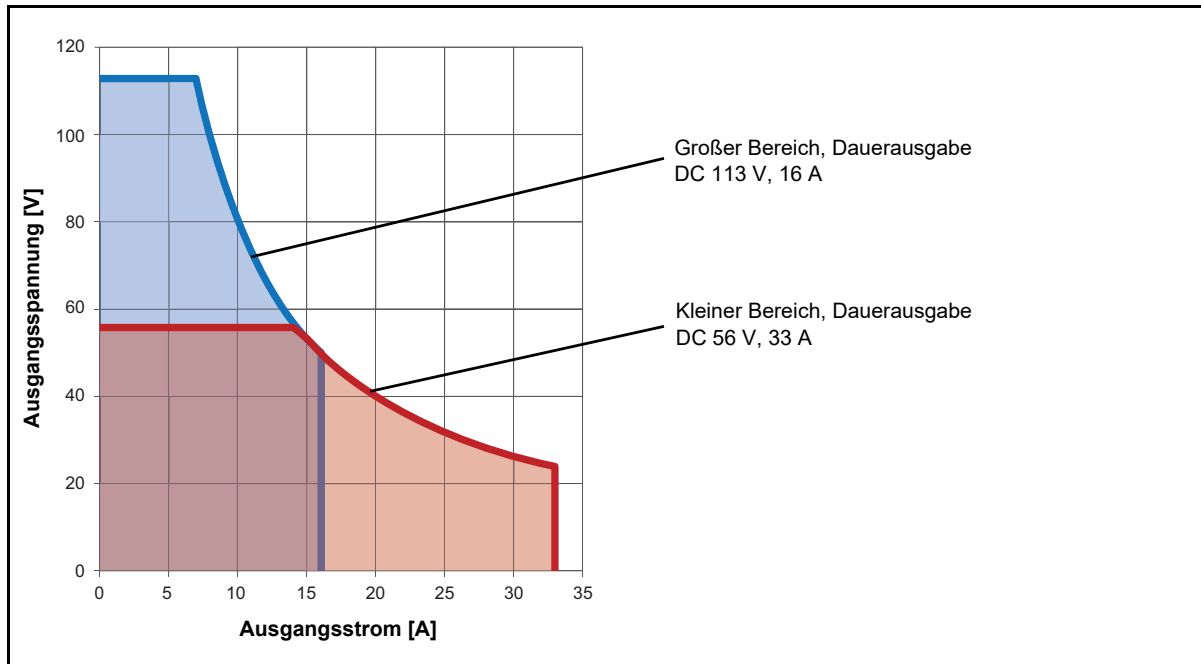

Abbildung 15-3: Zulässiger Betriebsbereich 3 x DC 113 V 16 A
1. Siehe Abbildung 15-3: "Zulässiger Betriebsbereich 3 x DC 113 V 16 A" auf Seite 227.